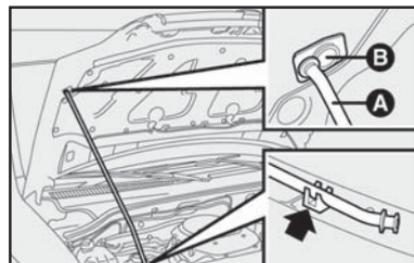

fig. 115
3) Levantar o capô segurando-o pela parte central e, simultaneamente, soltar a vareta de suporte **A**-fig. 115 do dispositivo de bloqueio.
1) Manter levantado o capô com uma mão e, com a outra, tirar a vareta **A-fig. 115** da abertura **B** e repô-la no seu dispositivo de bloqueio.